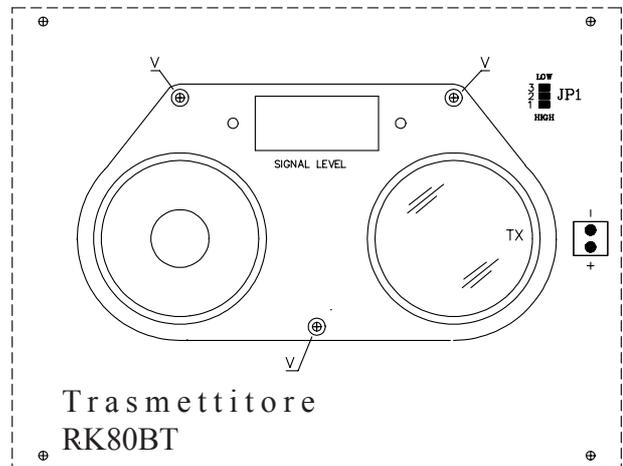

fig.7
9.1 - Se il rivelatore RK80BT viene fatto funzionare su corte distanze, per ottenere una buona regolazione, è necessario, spostare il ponticello JP1 (fig. 7) in posizione 2-3 (LOW) per diminuire la potenza del raggio emesso. In tal caso si ha una diminuzione di circa il 50%. Pertanto avremo: